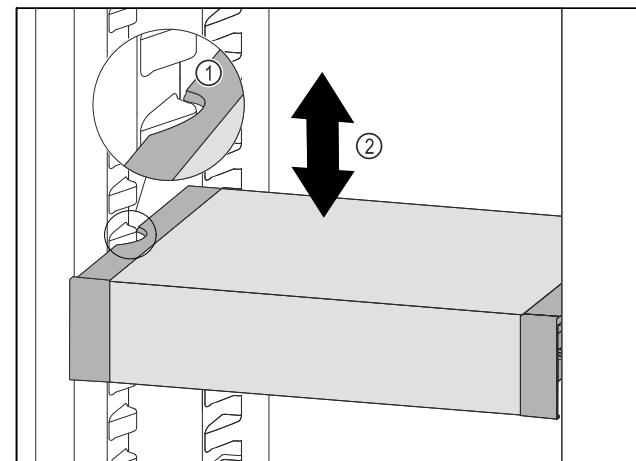

Fig. 67
- Тяните VarioSafe вперед, пока боковые выемки VarioSafe не окажутся на высоте выступа резервуара в холодильном отделении. Fig. 67 (1)